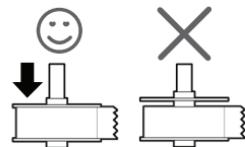

Figure 8
- 5 Coloque la guía de la bobina en el lado derecho de la bobina y aprieta fuerte la guía al lado del rollo de etiquetas, **sin dejar ningún espacio** entre el rollo y la bobina. Véase Figure 8.